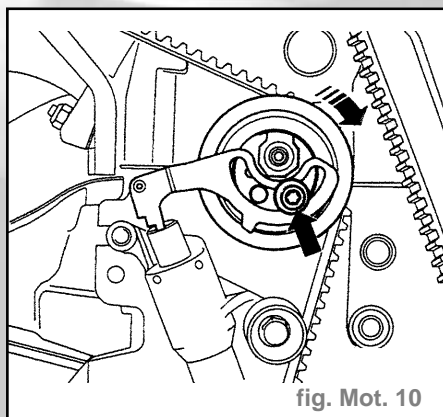

fig. Mot. 10
- Desserrer le dispositif de tension de la courroie crantée et retirer la courroie crantée (fig. Mot. 10).